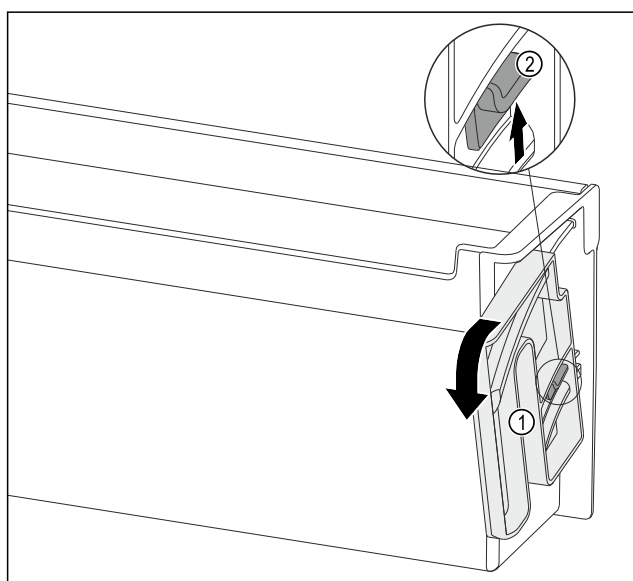

Fig. 112
- Ruotare l'unità di rotazione Fig. 112 (1) nella direzione indicata fino all'arresto.
- Premere la linguetta Fig. 112 (2) verso l'alto e rimuovere l'unità di rotazione Fig. 112 (1).